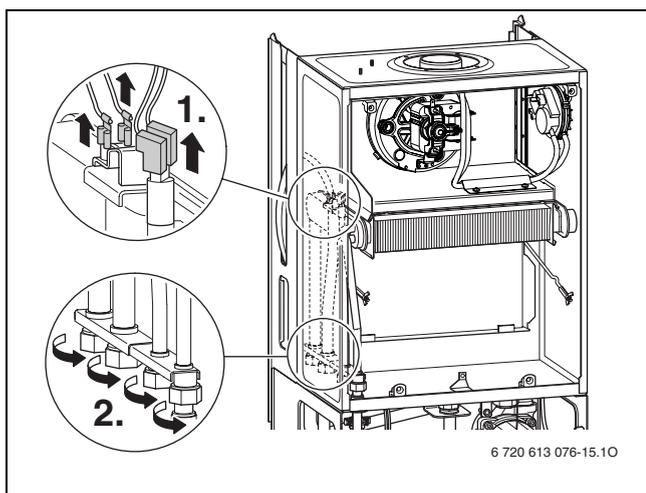

Fig. 56 Scambiatore di calore
- ▶ Rimuovere la parete anteriore della camera di combustione e il bruciatore (fig. 56).